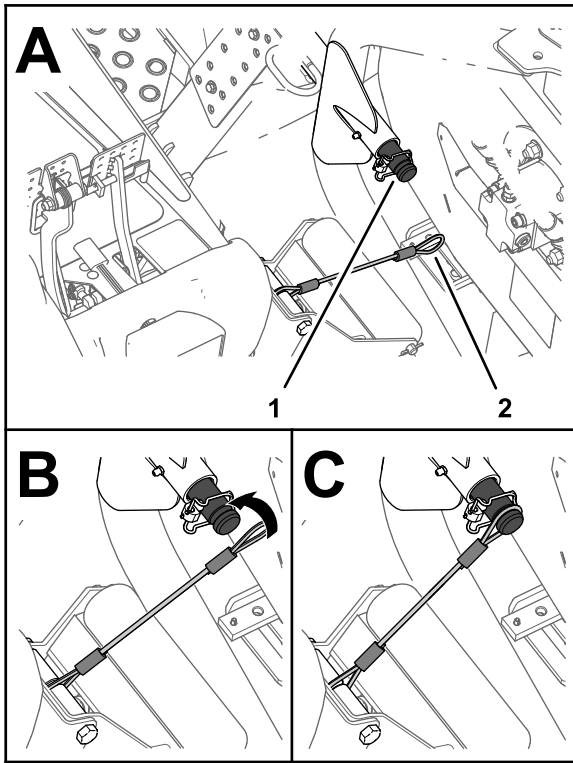

Figura 33
5. Alinee el amarre al eje de tiro del brazo de elevación de la unidad de corte exterior delantera (Figura 33).
6. Deslice el bucle del amarre sobre el eje de tiro hasta que el amarre quede totalmente asentado en la ranura del eje (**Figura 33**).